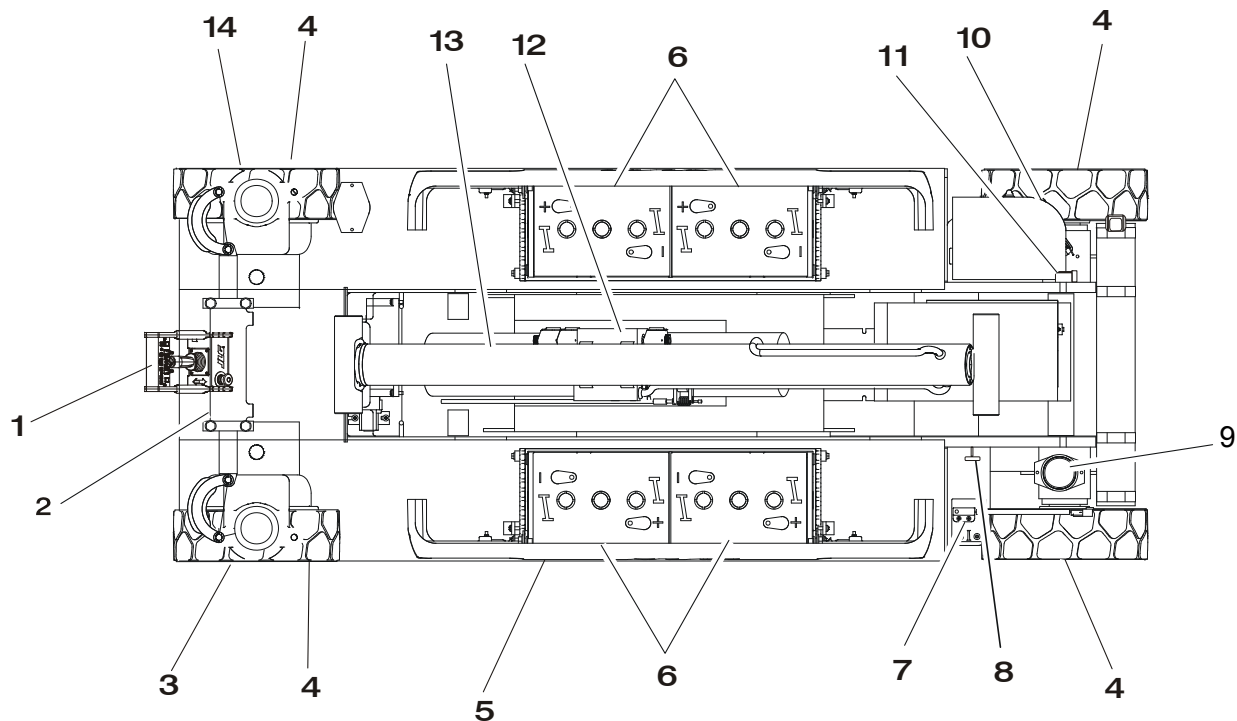

Рисунок 2-1. Ежедневный обход – лист 1 из 3
5. **Обход машины.** См. рис. 2-1.